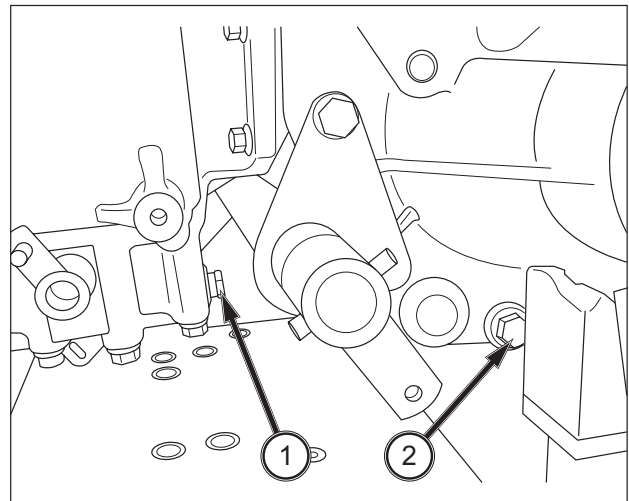

ABB. 128
**ABB. 128:** Zum Getriebeölwechsel den Ablassstopfen (1) hinten am Getriebekasten der mittleren Zapfwelle und die Ablassstopfen (2) an den beiden Achsen entfernen. Das Öl komplett ablaufen lassen.